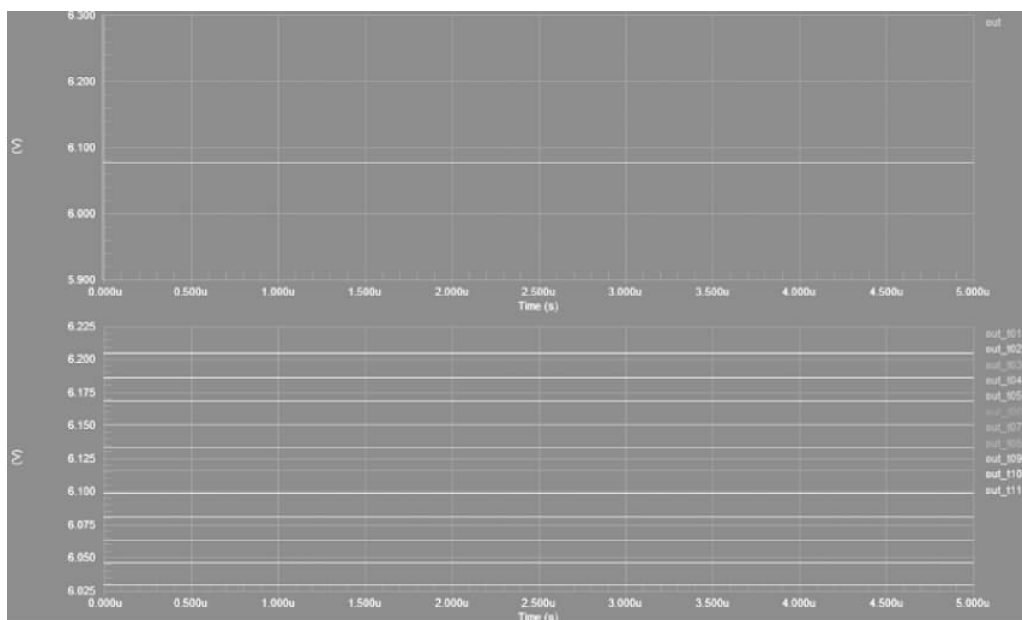

图 3-78 温度扫描仿真结果
- (1) 运行 Spice 仿真后,弹出消息对话框,关闭该对话框。
- (2) 自动打开 PCB_Project1.sdf 文件。在该文件下有一个 Transient Analysis 标签。单击该标签。
- (3) 如图 3-78 所示,给出了温度扫描的结果。